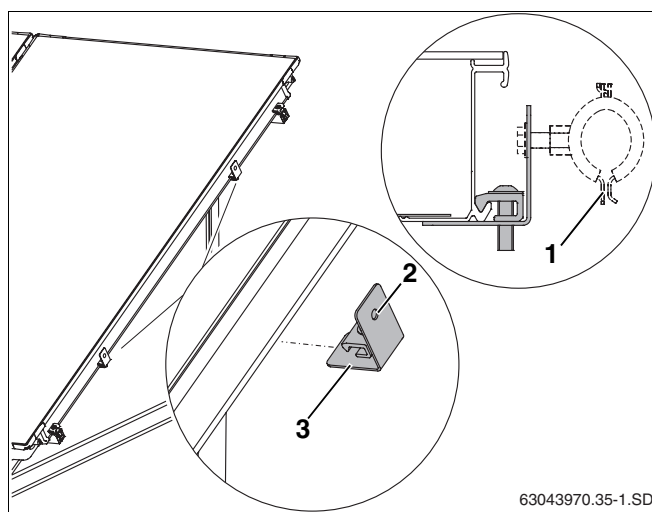

Fig. 56 Fixar o suporte na moldura do colector
Recomendamos utilizar abraçadeiras de tubo obtidas no comércio (fig. 56, **item 1**) para fixar o tubo colector na rosca M8 do suporte (fig. 56, **item 2**).
- Encaixar o suporte (fig. 56, **item 3**) na moldura do colector e apertar o parafuso com a chave SW5.